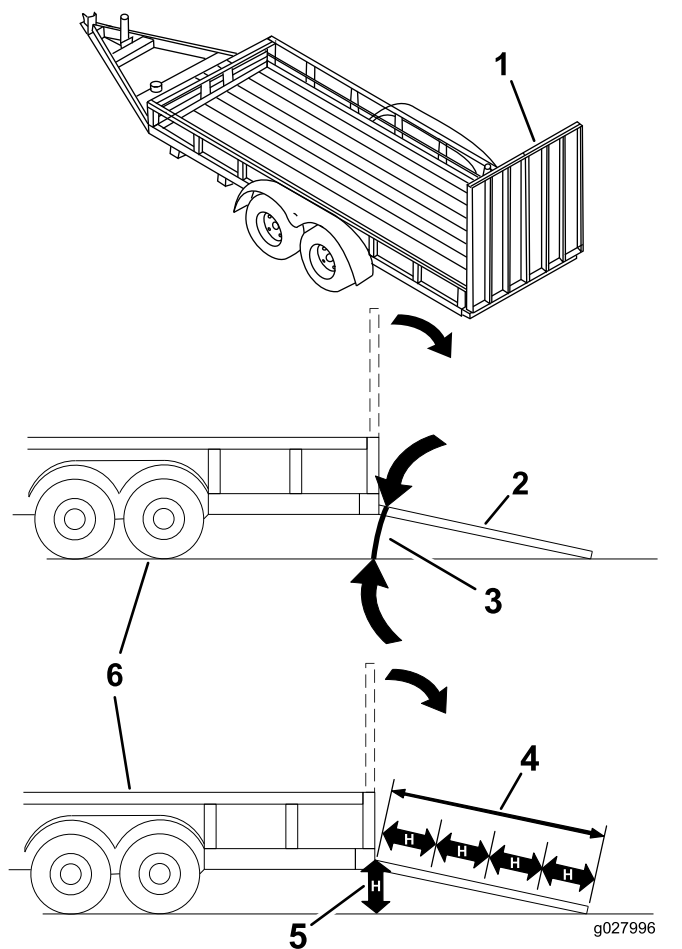

Figura 33
Colocar uma máquina num reboque ou camião aumenta a possibilidade de capotamento e pode provocar graves ferimentos ou morte (Figura 33).
3. Baixe a rampa, certificando-se de que o ângulo entre a rampa e o solo não é superior a 15 graus (Figura 33).
1. Baixe a rampa, certificando-se de que o ângulo entre a rampa e o solo não é superior a 15 graus (Figura 33).